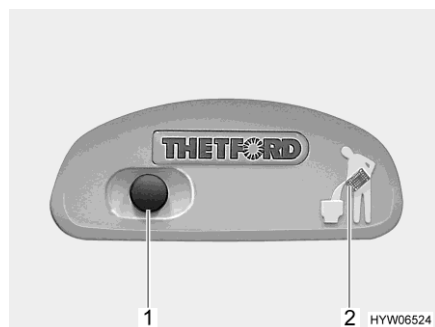
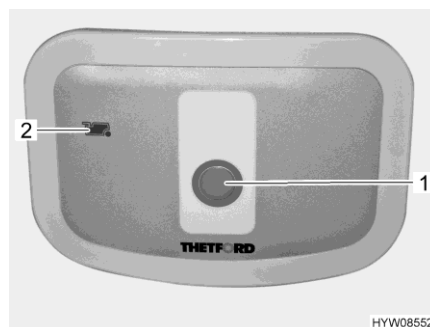

Fig. 297 Pulsante dello sciacquone/spia di controllo toilette Thetford
Fig. 298 Pulsante dello sciacquone/spia di controllo toilette Thetford (alternativa)
- Per sciacquare premere il pulsante blu (Fig. 297,1 o Fig. 298,1).
La spia di controllo (Fig. 297,2 o Fig. 298,2) è accesa quando il serbatoio fecale deve essere svuotato.